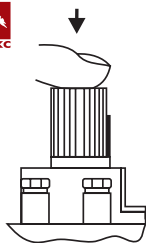

Рис. 7.
- 7.1. Установка ручки управления в требуемое положение производится путем легкого нажатия и поворота в нужное положение (рис. 7).